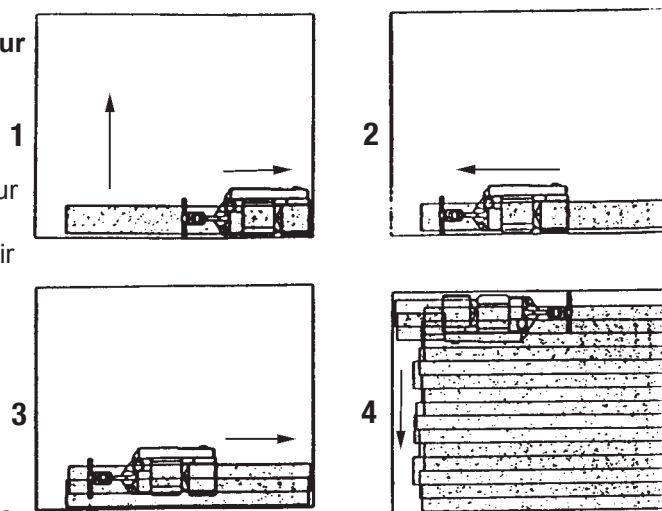

Figure 11
2. Travaillez de droite à gauche. Pour chaque passage en avant, déplacez la machine de 10 cm sur le passage qui vient d'être effectué. Revenez sur vos pas sans chevaucher. Voir Figure 11.
6. Graduellement, poncez plus légèrement au point de terminaison (fin de votre passage) en soulevant le tambour à l'aide du levier de commande. Décalez les points de terminaison pour un meilleur fondu en bordure. (Voir Figure 11).